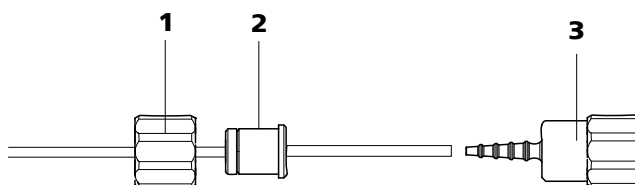

Figura 27 Instalación de una conexión de tubo de bomba sin filtro
- **Caso B:** una conexión de tubo de bomba **sin filtro** 6.2744.160 (véase Figura 27, página 52).